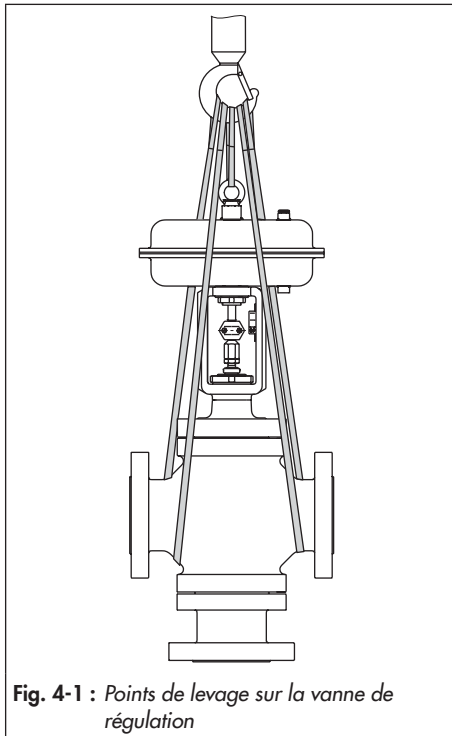

Fig. 4-1 : Points de levage sur la vanne de régulation
- Utiliser un crochet doté d'une fermeture sécurisée pour supporter la vanne (cf. Fig. 4-1) afin d'empêcher les dispositifs d'arrimage de glisser hors du crochet au cours du levage et du transport.
1. Fixer une élingue sur chaque bride du corps et sur le support (p. ex. crochet) de la grue ou du chariot élévateur, voir Fig. 4-1.